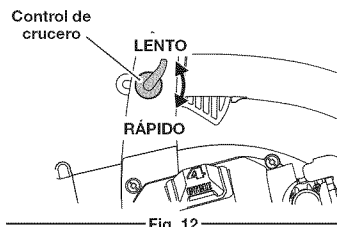

Fig. 12
- Mueva el control de crucero de velocidad variable hacia la posición RÁPIDO para aumentar poco a poco la velocidad del motor de la unidad, o mantenerla (Fig. 12). Cuando se oprima el control de crucero de velocidad variable, el gatillo retrocederá hacia la manija.
- Para disminuir la velocidad del motor, mueva el control de crucero de velocidad variable hacia la posición LENTO y el gatillo regresará a la posición de mancha en vacío (Fig. 12).